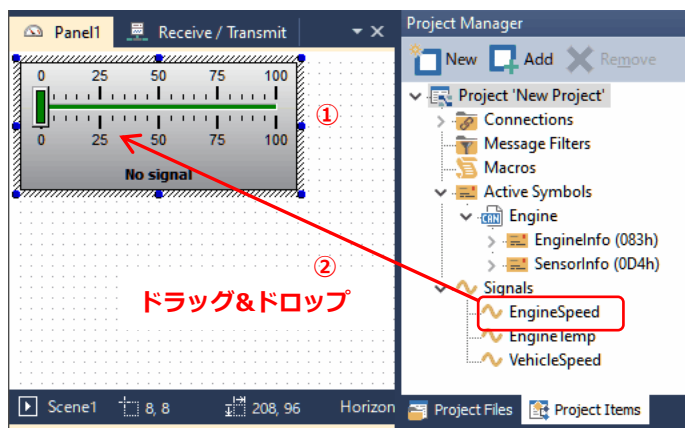

図 10.2-7
Panel ウィンドウにパネルが表示されます（図 10.2-7 ① 参照）。
Project Manager のシグナル（この例では EngineSpeed）をパネルにドラッグ&ドロップします（図 10.2-7 ② 参照）。
Properties ウィンドウが表にされたら、Data – Value Settings – Maximum の右側をクリックし、Set to maximum signal value ボタン（図 10.2-7 参照）をクリックします。